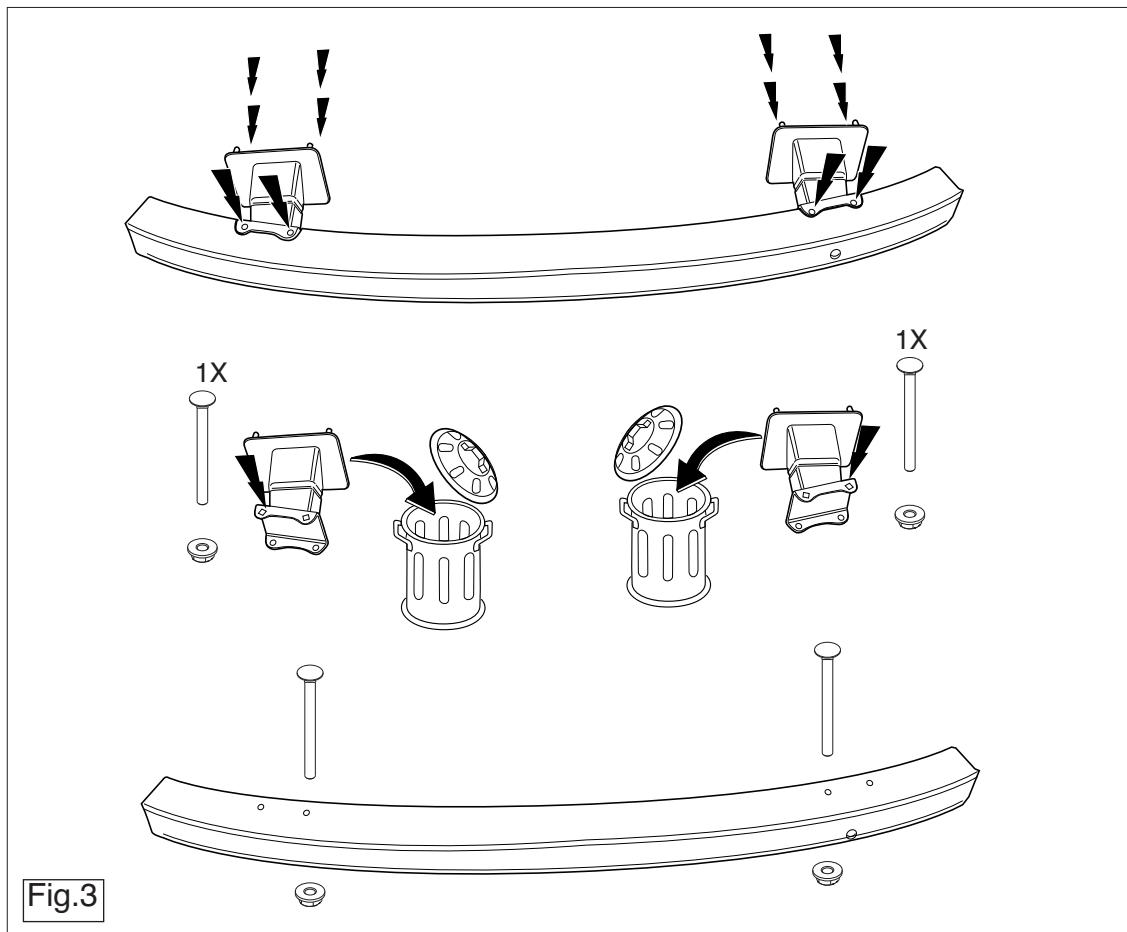

Fig.3
- Для автомобилей W164:** Снять кронштейны бампера слева и справа от арматуры бампера. Эти детали больше не понадобятся. См. рисунок 3.